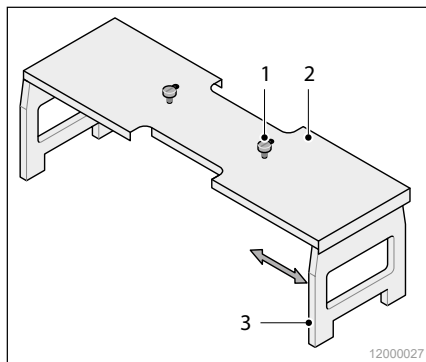

Abb. 35 Untergestell
- Klappen Sie die Beine (Abb. 35/3) des Untergestells (Abb. 35/2) bis zum Endanschlag auf.
- Schrauben Sie die Rändelschrauben (Abb. 35/1) ab.
7. Stellen Sie den Küchenblock auf dem Untergestell ab und befestigen Sie ihn dort mit den beiden Rändelschrauben (Abb. 35/1).